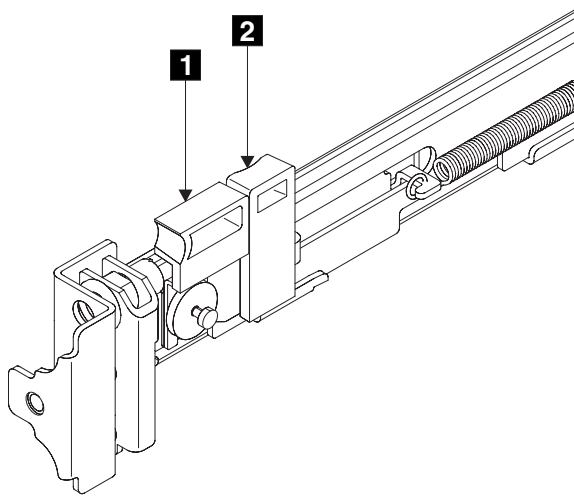

図 27. ラッチ・ロック・キャリアの引き込み
4. ラッチ・レバー **1** の側面に指を置き、親指をラッチ・ロック **2** の前面にあてる (図 27 を参照)。